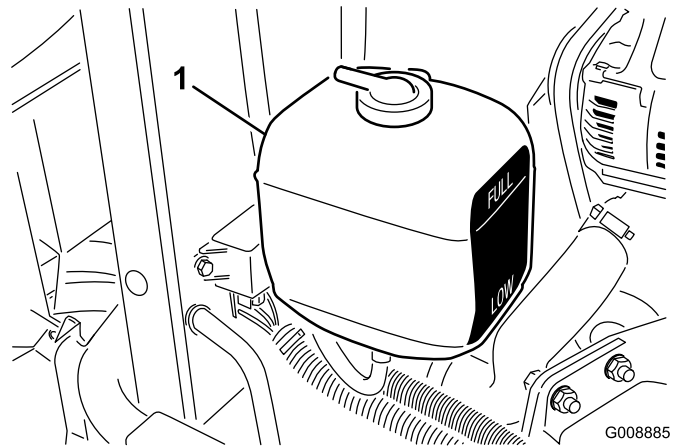

Figure 36
1. Vérifiez le niveau du liquide de refroidissement dans le vase d'expansion (Figure 36).